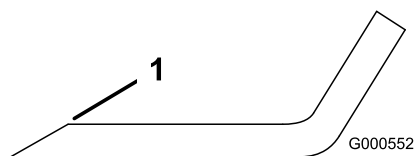

Figura 68
1. Utilice una lima para afilar el filo de corte en ambos extremos de la cuchilla (Figura 68).
Nota: Si la cuchilla no está equilibrada, rebaje algo el metal en la parte de la vela solamente (Figura 68).